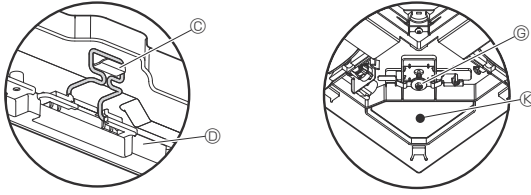

Fig. 9-7
- Vidayı sıktıktan sonra (Fig. 9-7) iki izgara kancasının ana üniteye kancalara tutturulduğundan emin olun.